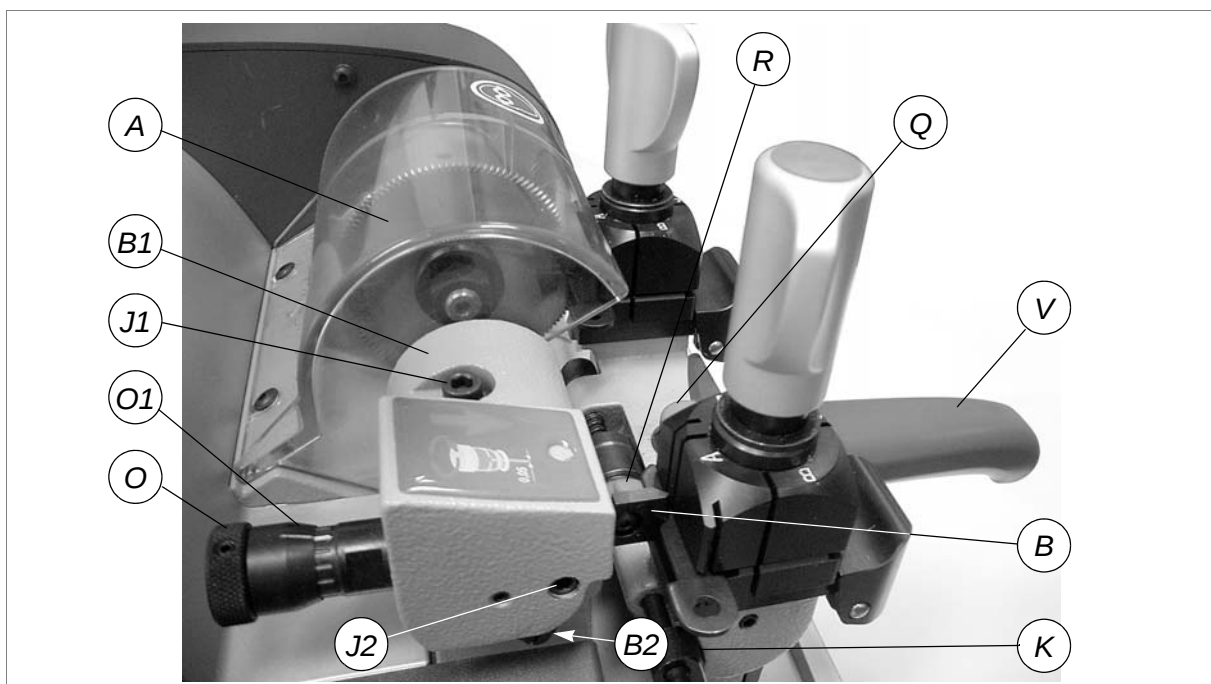

Fig. 17
- 3) Desengate o carro baixando a pega (V) e premindo a fundo o botão (Q) (fig.17, pág.15).
- a) desaperte o parafuso que bloqueia o palpador (J2) (fig.17, pág.15).
- b) gire a maçaneta (O) em sentido horário para fazer avançar o palpador.
- c) gire a maçaneta (O) em sentido anti-horário para o fazer recuar (cada marca indicada no tambor graduado corresponde a uma variação de 0.05 mm).
- 8) Se necessário, repita mais vezes o ajuste. Aperte o parafuso (J2) antes de cada verificação de toque ao de leve (item 6).
- a) segure com uma mão a parte serrilhada da maçaneta (O).
- 1) Desactive o interruptor geral (C) para executar a operação em segurança e impossibilitar o arranque da fresa.
- 2) Posicione as chaves de ajuste nos mordentes (fig. 17), com o entalhe em V virado para fresa e palpador e aja da seguinte forma:
- a) verifique se as faces de apoio contactam com os mordentes e os calibres (K) perfeitamente em contacto com os encostos.
- b) para levar os calibres em contacto com as chaves, rode o tambor (R) para si (vice-versa para os colocar em posição de repouso).
- 3) Leve as chaves de ajuste com o entalhe em V em contacto com a fresa (A) e com o palpador (B).
- a) desaperte o parafuso (J1) para mover o palpador (fig. 17).
- c) bloqueie a fundo sem forçar o parafuso (J1) depois de verificado se toca ao de leve como exigido (item 5).
- 7) Baixe o carro por meio da pega (V) (o engate será automático).